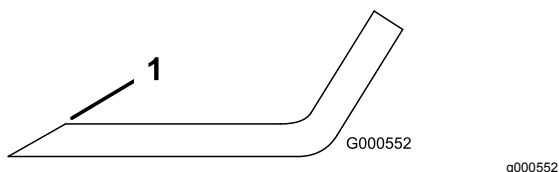

Рисунок 62
1. Заточите напильником режущую кромку на обоих концах ножа (Рисунок 62).
Примечание: Если нож не сбалансирован, удалите некоторое количество металла только с конца области загиба (Рисунок 62).